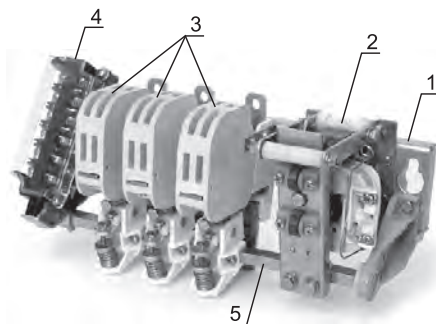

Рисунок 4. Общий вид контактора КТ6613Н
6.1. Устройство и работа контакторов поясняется на примере контактора КТ6613Н (рисунок 4). Контактры КТ6600Н и КТП6600Н клапанного типа. Конструктивно контакторы КТ и КТП соответствующих величин отличаются
друг от друга катушками управления. На жесткой стальной рейке 1 (см. рисунок 4) смонтированы: неподвижная часть магнитной системы (сердечник с втягивающей катушкой 2), неподвижные контакты с дугогасительными камерами 3, установ-